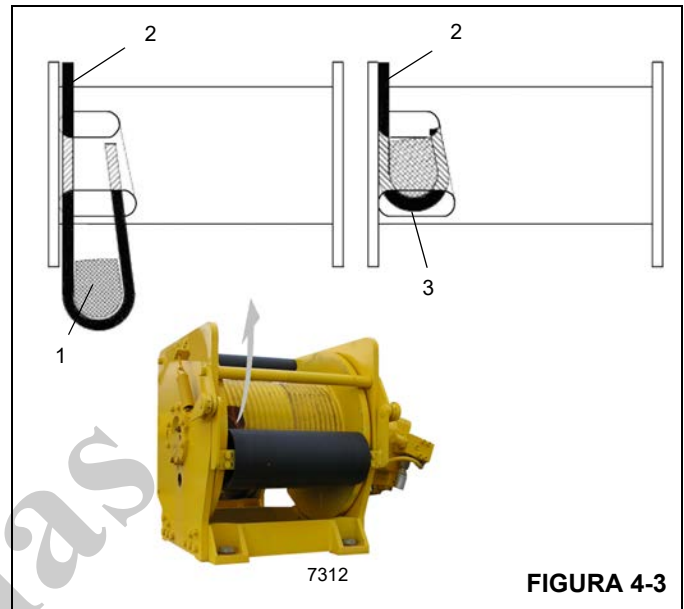

FIGURA 4-3
3. Insira o cabo através da fenda e posicione-o ao redor da cunha de fixação (1) (Figura 4-3).
**NOTA:** A extremidade do cabo deve ficar rente com a parte inferior da fenda da cunha de fixação (1).
4. Posicione a cunha de fixação na fenda do tambor, puxe firmemente pela extremidade livre (2) do cabo para prender a cunha.
**NOTA:** Se a cunha não se assentar firmemente na fenda, bata cuidadosamente (3) no topo da cunha com uma marreta.